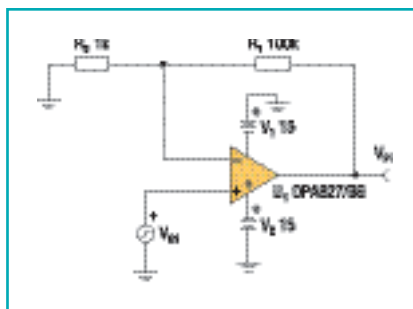

Bild 5: Beispiel für eine einfache Operationsverstärkerschaltung, die hier auf der Basis der Daten des OPA627 verwendet wurde
► einem SPICE-Simulationsprogramm durchführen kann. Bild 5 veranschaulicht die einfache Operationsverstärkerschaltung, die für dieses Untersuchungsbeispiel verwendet wird. Die technischen Daten wurden aus dem Datenblatt des OPA627 entnommen. Bei dieser Untersuchung werden im ersten Schritt die Rauschverstärkung und die Rauschbandbreite der Schaltung bestimmt. Die Rauschverstärkung (RV) ist durch die Gleichung